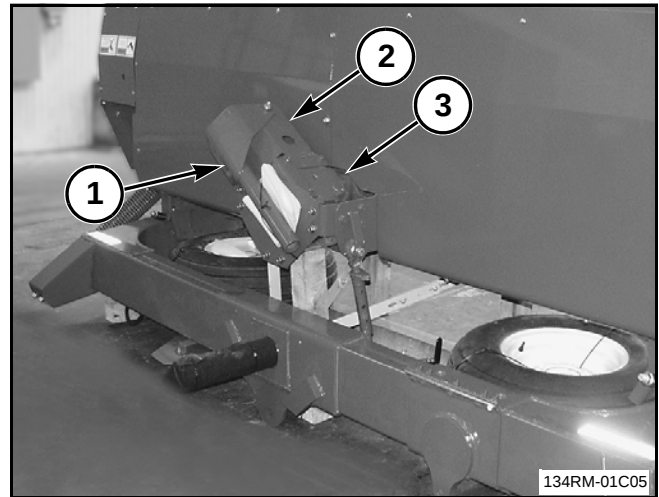

FIG. 150
- Conjunto de ruedas (2)
FIG. 150: El brazo de la dirección (1) está instalado en la posición de envío en la parte delantera de la máquina. Quite el brazo de la dirección del soporte del brazo de la dirección (2). Retenga la tornillería para la instalación posterior del brazo de la dirección.